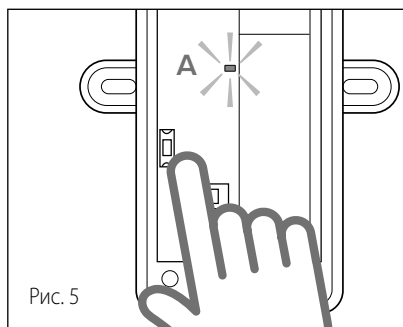

Рис. 5
- Нажмите кнопку на плате внешнего датчика и удерживайте ее до тех пор, пока красный светодиодный индикатор А не включится примерно на 2 секунды (Рис. 5).